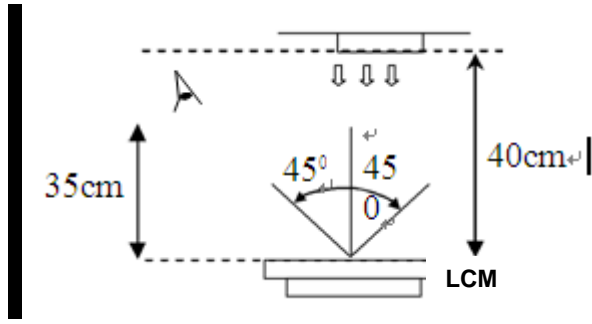

图 4)
9.1.1 通常在 $22\pm 3^{\circ}\text{C}$ ， $50\pm 10\%\text{RH}$ 的环境，光强度 $350\text{-}700\text{Lux}$ 下（20W 日光灯,40cm 距离左右）检验员的眼睛与模块之间的距离为 $35\text{cm}\pm 5\text{cm}$ ，LCD下面用背光源来检查（见图 4）